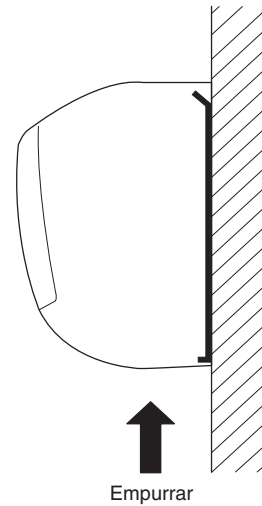

Fig. 3-33
- (3) Pressione as 2 marcas \triangle na parte inferior da unidade interior e liberte as linguetas. Em seguida, levante a unidade interior e desmonte. (Fig. 3-33)